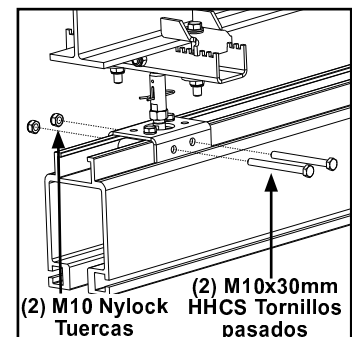

Figura 3-62
- Paso 2. Instale dos (2) M10 x 100 mm HHCS con tuerca Nylock M10. **Apriete hasta que tornillos asienten + 1/4 de vuelta.** No apretar de más, puede doblar el soporte. Ver Figura 3-62.